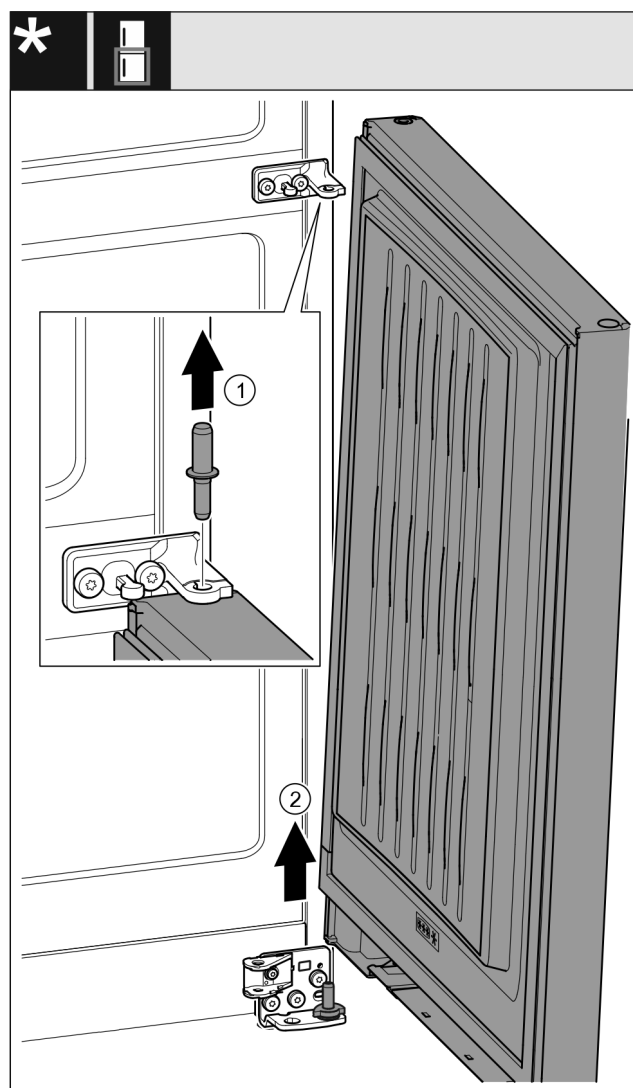

Fig. 23 *
- ▶ Húzza ki felfelé a csapszeget. Fig. 23 (1)*
- ▶ Fordítsa ki az ajtót, húzza fel, és tegye félre. Fig. 23 (2)*